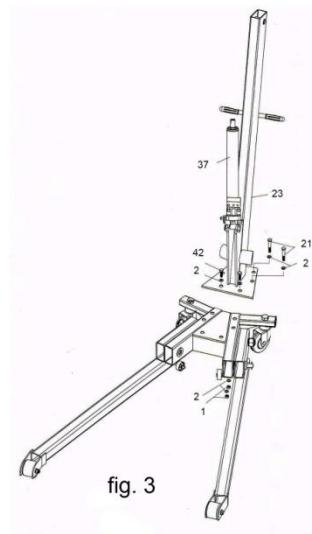

fig. 3
Fixer le mât (23) à la base (9) avec 2 écrous m12x25 (42), les écrous freins (3), les rondelles plates (2), les écrous m12x110 (21), les écrous freins (3) et les rondelle plates (2) comme indiqué sur la figure 3